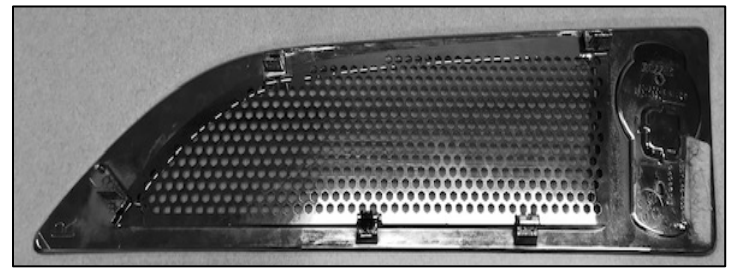

Fig. 2
4. Insérez une grille dans le cadre de l'évent en vous assurant que les cinq ouvertures de la grille sont situées au centre de chaque clip à ressort (Fig. 2).